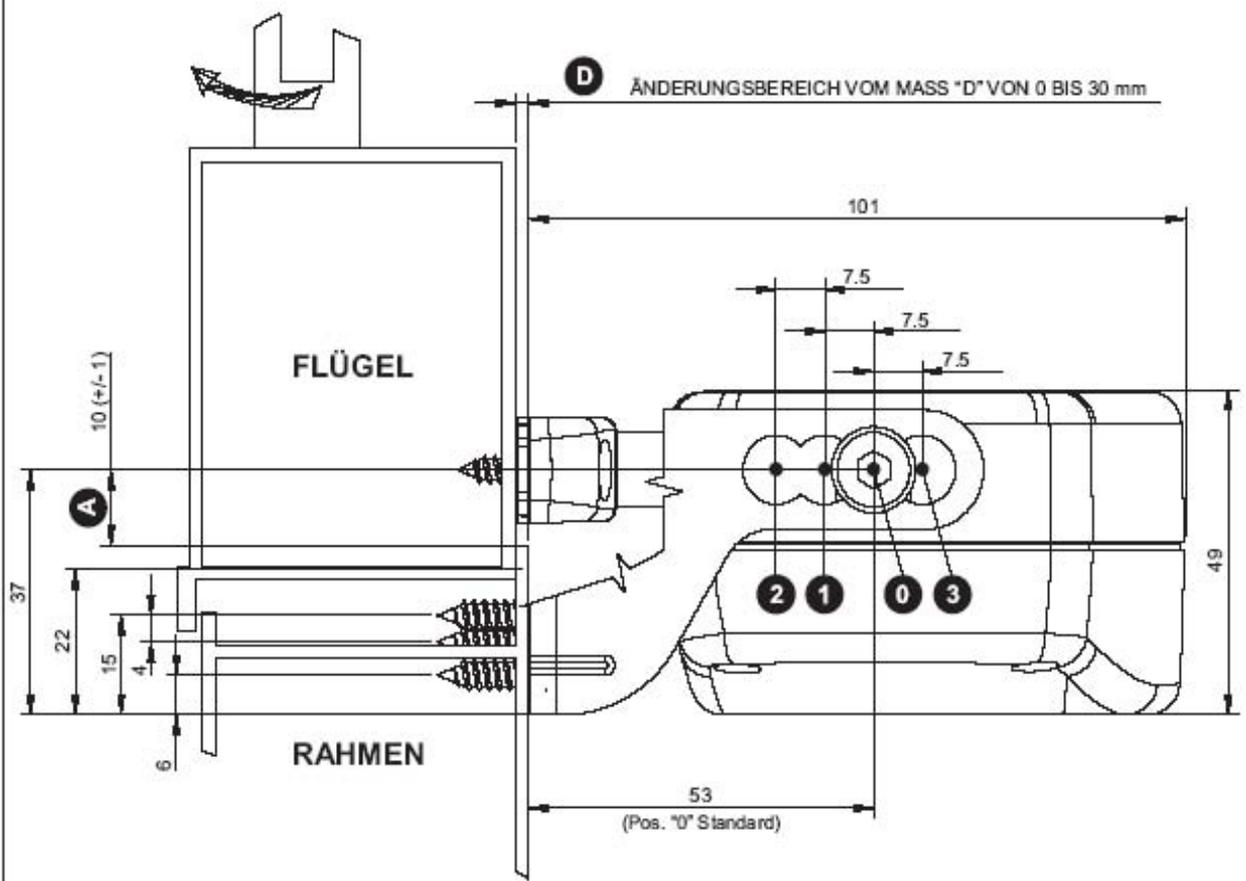

Abb. 7b Abmessungen in mm
PRÜFEN, DASS DER ABSTAND "D" ZWISCHEN DEM FENSTERRAHMEN (WO DIE STELLANTRIEBMONTAGE VORGESEHEN IST) UND DEM FENSTERFLÜGEL (WO DIE BEFESTIGUNG DES BÜGELS VORGESEHEN IST) ZWISCHEN 0 mm UND 30 mm FÜR DIE KLAPPÖFFNUNG (SIEHE ABB. 7a) UND ZWISCHEN 0 mm UND 22 mm FÜR DIE KIPPÖFFNUNG (SIEHE ABB. 7b) EINGESCHLOSSEN IST.
- 5) **Abb. 30**- Den Bügel für Kippöffnung nach der Mittellinie des Fensters ausrichten und dabei das Mittelloch der Befestigungsschrauben anwenden. Den Bügel für Kippöffnung beim Maß **E** (siehe **Abb. 7b**) positionieren und die Bohrungspunkte markieren;
- 7) **Abb. 33**- Mit den zwei gelieferten Schrauben (**Bez. 1**) den Stellantrieb am Bügel zur Befestigung am Fenster in der Stellung "0" (siehe **Abb. 7b**) positionieren und die Kettenendstückregelungsschraube lösen;
- 8) **Abb. 34**- Die Stellung vom Stellantrieb mit Rücksicht auf den Bügel zur Befestigung am Fenster (siehe **Abb. 7b**) auswählen und das Kettenendstück zum Bügel für Kippfenster verbinden;